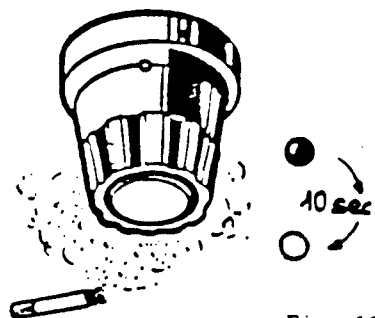

Fig. 11
- b) Introdurre fumo nel rivelatore (fig. 11), si avrà così la segnalazione di allarme che cesserà dopo aver disinserito la centrale e premuto per qualche secondo il pulsante RESET.